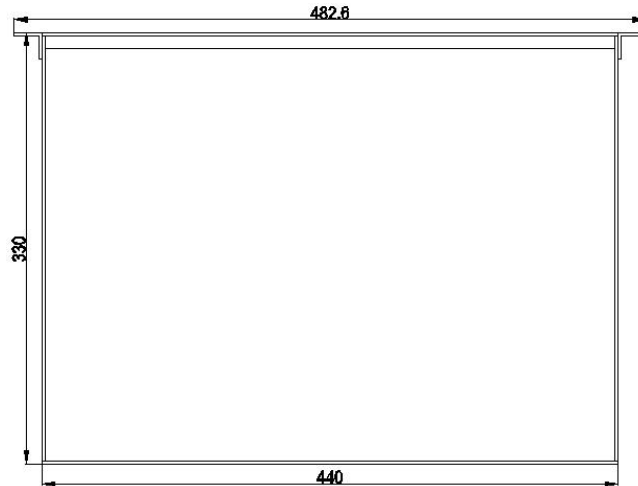
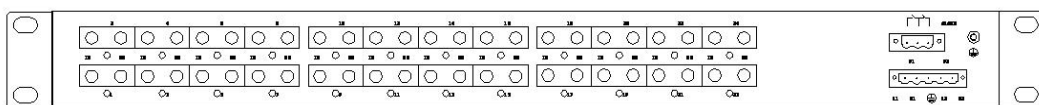

图 2-11 KLM5324-12/16/24S/M 上盖板示意图
图 2-14 KLM5324-24AS/AM（24 个百兆光口）后面板示意图
2. KLM5324-12/16/24AS/AM 安装尺寸如图 2-11 至图 2-14 所示。
如图 2-14 所示为 KLM5324-24AS/AM（24 个百兆光口）后面板示意图。